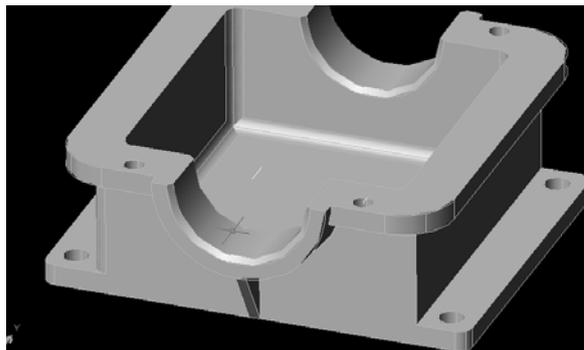

Рисунок 5.13
– завершить редактирование подшипниковых узлов (рисунок 5.13):